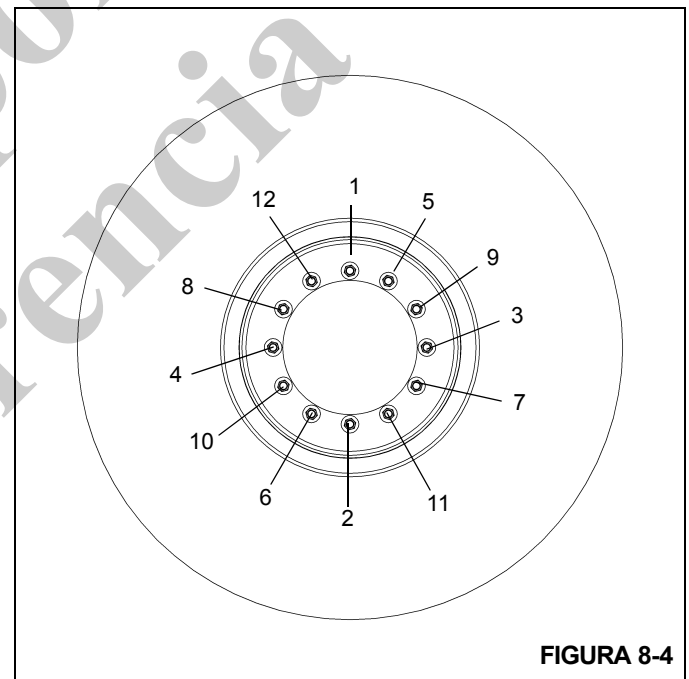

FIGURA 8-4
1. Coloque la rueda en los espárragos de montaje procurando evitar dañar las roscas. Instale las tuercas de rueda y apriételas a 50 lb-pie (68 Nm) siguiendo la secuencia que se ilustra (Figura 8-4).
3. Apriete las tuercas de rueda a un valor de 340 a 360 lb-pie (461 a 488 Nm) siguiendo la secuencia que se ilustra (Figura 8-4).